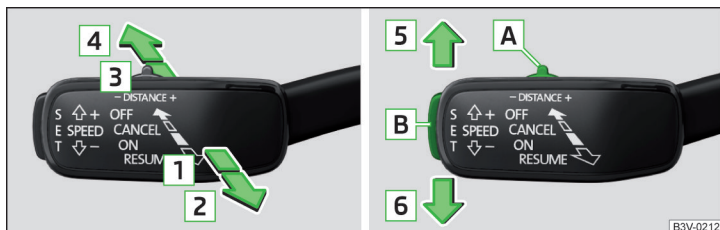

Fig. 281 Éléments de commande du limiteur de vitesse
Aperçu des éléments de commande du limiteur de vitesse » fig. 281
- ▶ Placer le levier de commande ACC en position **ON** » fig. 281.